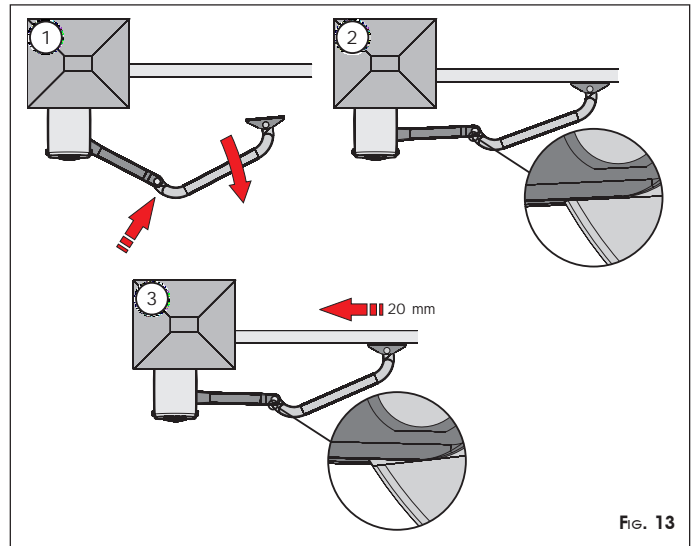

Fig. 13
⑧ Breng de zoiest geassembleerde armen op één lijn door in de centrale zone te duwen tot ze niet verder kunnen, zie Fig.13 ref. ①.
⑨ Zet de voorste beugel tegen de vleugel, Fig.13 ref. ②.
⑩ Trek de voorste beugel ongeveer 20 mm terug en markeer de bevestigingsgaten, Fig.13 ref. ③.
⑪ Bevestig de beugel met twee schroeven M8 op de vastgestelde plaats.
⑫ Beweeg de vleugel met de hand en controleer of, als de vleugel gesloten is, de twee armen niet tegen elkaar stoten, zoals aangegeven in Fig.13 ref. ②.
⑬ Zet de aandrijving weer in de werkingspositie, zie paragraaf 7.